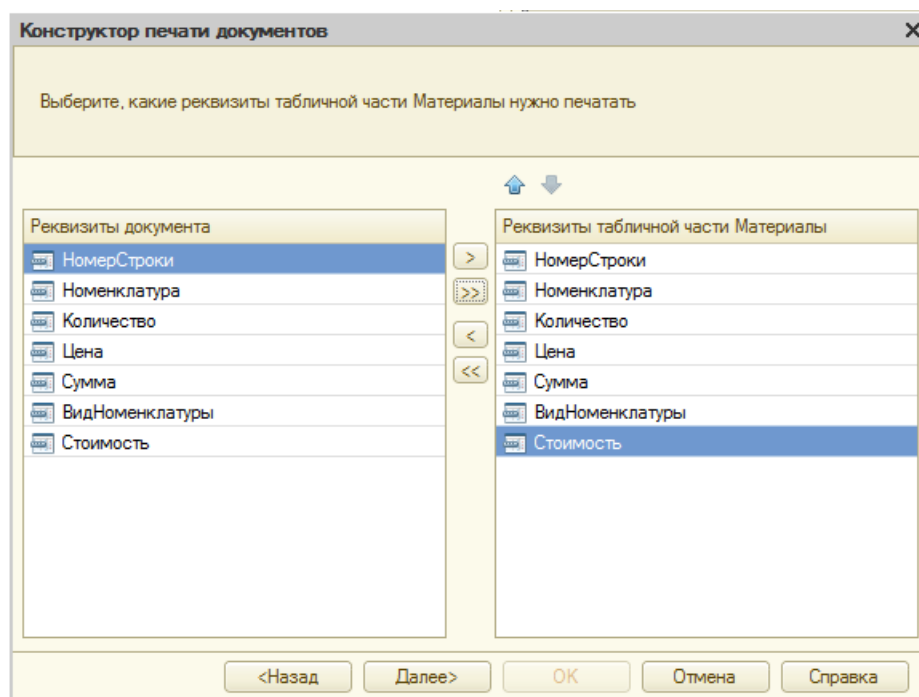

Рисунок 96 Работа с Конструктором печати документа
- Перенесите все реквизиты табличной части документа (рис. 96).